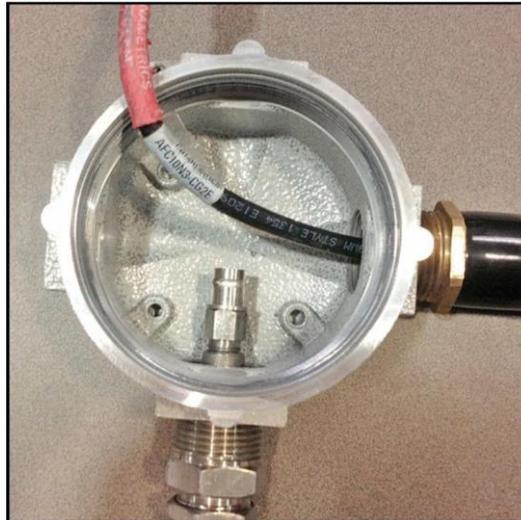

Figura 18: Transdutor e prensa cabo montados
5. Verifique se, com o transdutor e o prensa-cabo montados, a caixa de junção deve ser semelhante à Figura 18 abaixo: